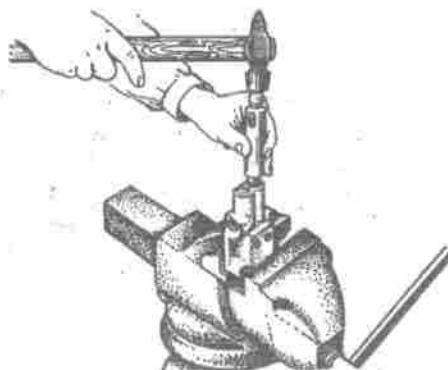

Bild 133. Verstemmen der Blindflansche in den Bohrungen für die Schaltschienen
6. Blindflansche einsetzen und verstemmen (Bild 133).